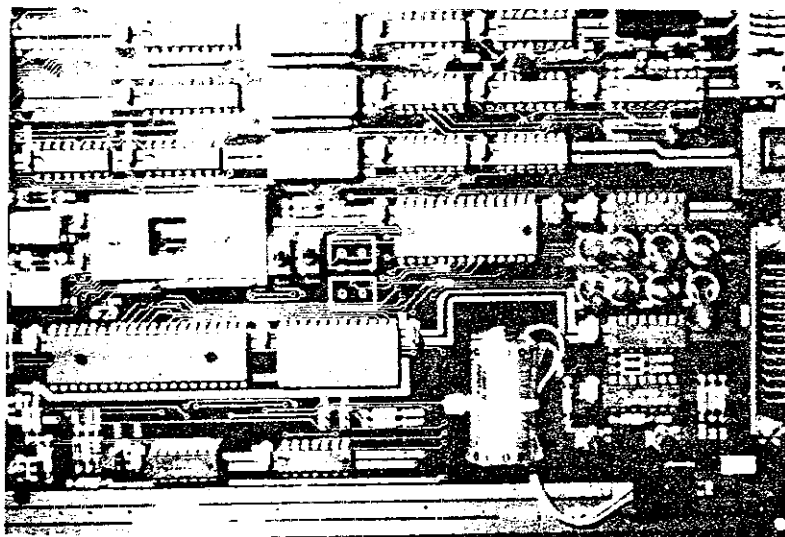

Abb. 2.1.12
- (1) Bei ausgeschaltetem Gerät sind die oberen und unteren Schrauben der Steckkarte im ersten Steckplatz von links auf der Rückseite der Drive Unit zu lösen. Danach kann die Steckkarte herausgezogen werden.
- (2) Ziehen Sie das Befestigungsband für die Batterie durch die dafür in der Karte rechts vorgesehenen Löcher. Die Batterie wird damit wie in Abb. 2.1.12 gezeigt befestigt.
- (3) Verbinden Sie den Batterieanschluß mit dem Stecker (PS1) auf der Karte. Achten Sie auf die richtige Polarität.
- (4) Ist die Batterie eingesetzt, wird die Steckkarte wieder in ihren Steckplatz geschoben und die Schrauben wieder befestigt.